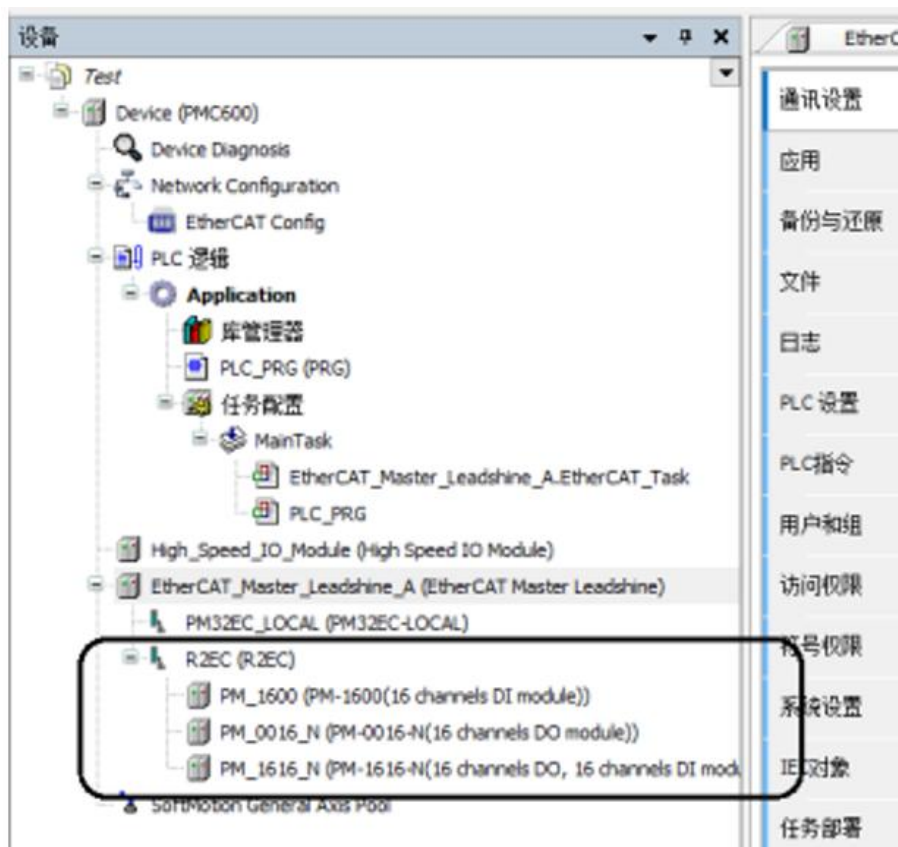

图 11.7 扫描后添加的扩展模块
- ① 在设备树中，鼠标右键选择“EtherCAT_Master_Leadshine”→“扫描设备”；
- ② 鼠标左键单击“复制所有设备到工程中”，即可完成从站的扫描。方法与扫描添加总线电机一样。扫描结果如图 11.7 所示。